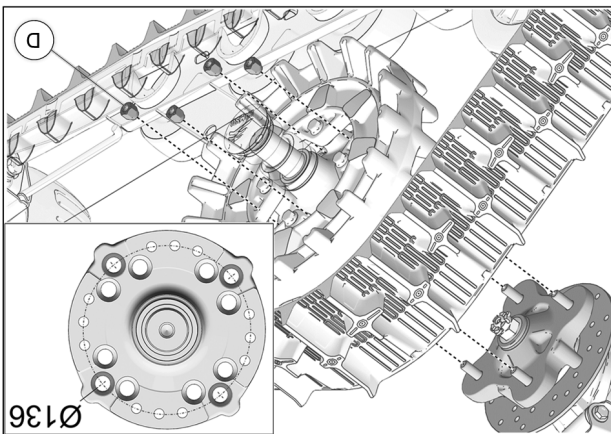

Fig. 10
7. Au moyen des écrous de roue M12 (D) fournis, boulonner chaque système de traction au moyen de roue avant. La marche à suivre et les précautions sont les mêmes qu'à l'arrière. Voir la Fig. 10
9. Fixer le système de traction au moyeu de roue arrière. Utiliser le cercle de perçage de $\varnothing 136$ mm et les écrous de roue M12 (D) fournis. Voir la Fig. 10